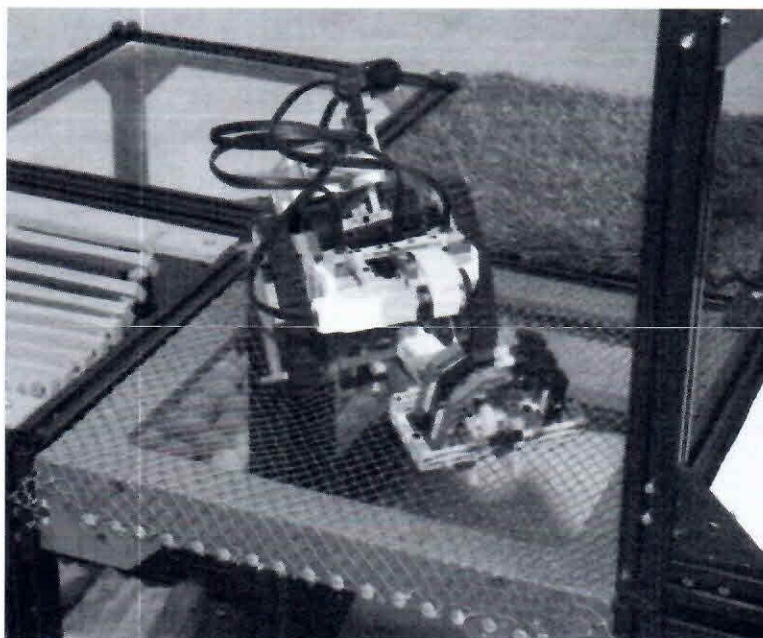

Рисунок 8 - «Сетка»
1.5.7. **Сетка** – участок представляющий собой короб, затянутый капроновой сеткой (рисунок 8). Габариты короба 400x400x40. Размеры одной ячейки сетки – 1 см².